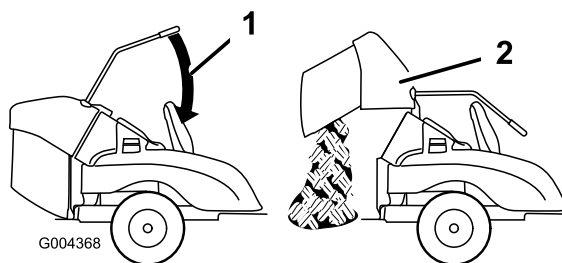

Figura 16
3. Sollevate il cesto di raccolta prolungando la leva DFS e abbassandola (Figura 16).